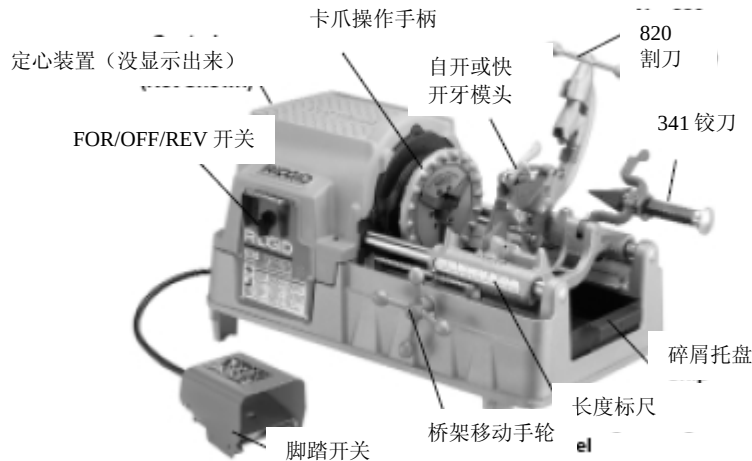

图5 — 535型套丝机
1. 确认机器插头已拔出插座，并且开关置于关闭状态（见图5）。
4. 检查脚踏开关已连接（见图5）。